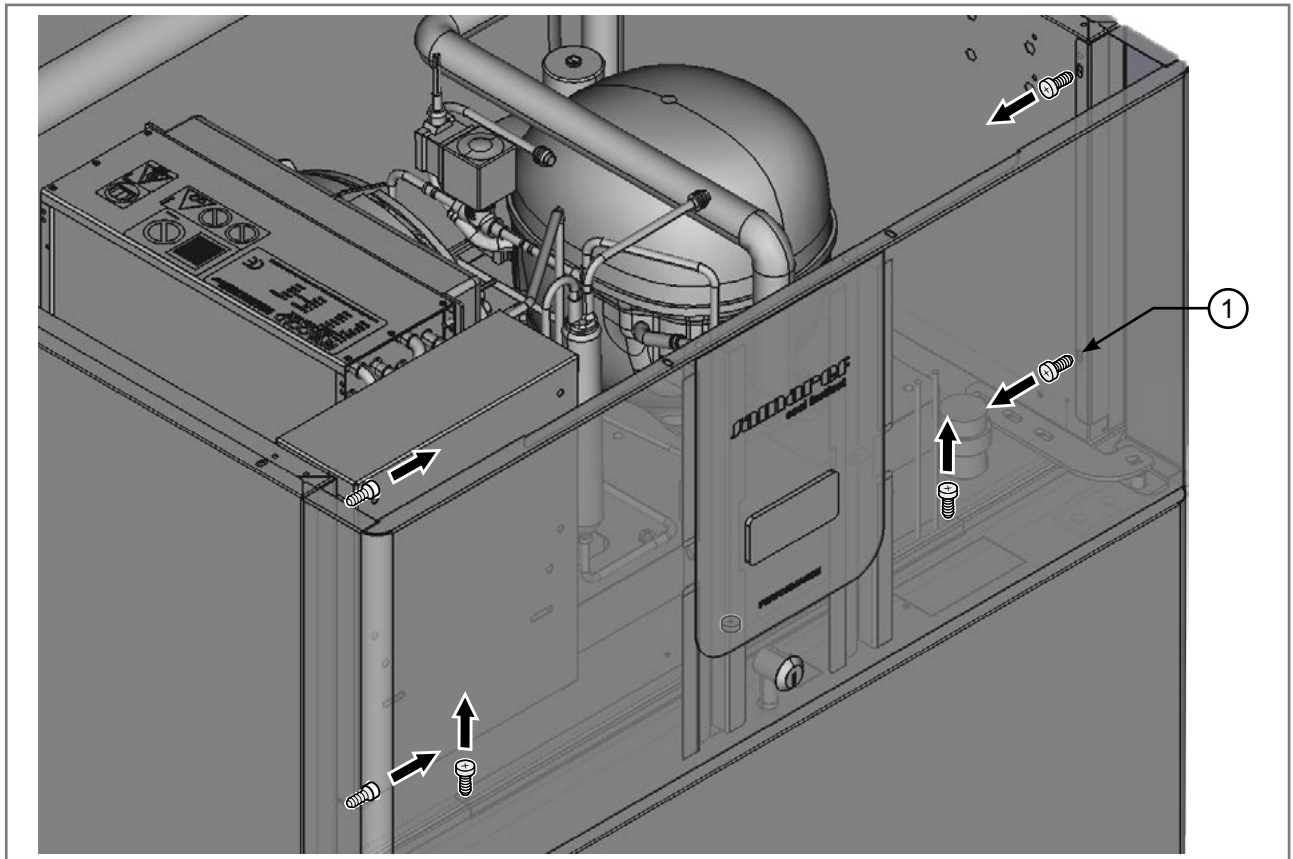

Abb. 3.14 - Schrauben und oberes Armaturenbrett
- Die 6 Schrauben (1 – Abb. 3.14) des oberen Armaturenbretts lösen.